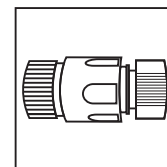

Рис. 5
!Для подсоединения мойки к воде используйте быстросъемный соединитель (Рис. 5).
2. Быстросъемный соединитель в сборе (рис.5).